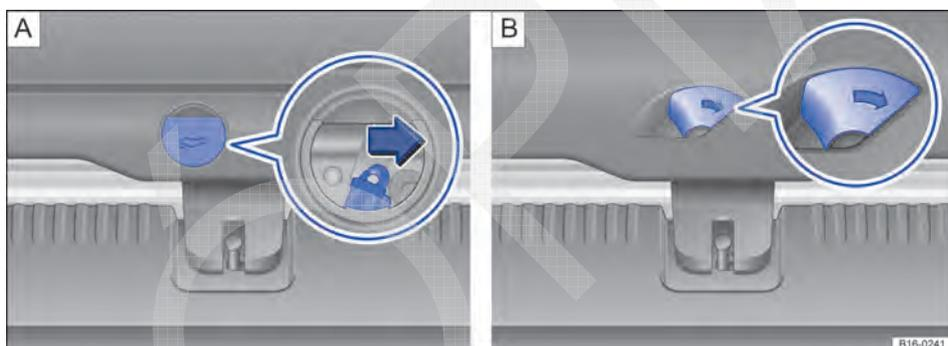

Fig. 218 No compartimento de bagagem: destravar a tampa do compartimento de bagagem. **A** Variante 1 e **B** variante 2.
- Retirar a cobertura circular do revestimento da tampa do compartimento de bagagem → Fig. 218 [A].
- Pressionar a alavanca de destravamento no sentido da seta → Fig. 218 [B]. A tampa do compartimento de bagagem se abre automaticamente. Em temperaturas abaixo de 0°C (+32 °F), pode ser necessário abrir a tampa do compartimento de bagagem manualmente. <